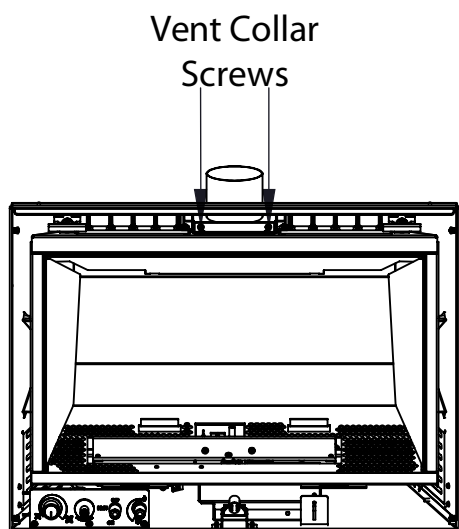

Figure 26: Les Vis de Collier de Plaque
5. Si l'ouverture du foyer est inférieur à 20" (483mm), retirer le collier de plaque de ventilation en haut de l'insert en enlevant les deux vis à T-20 Torx situé sur le dessus du centre de l'unité au-dessus de l'ouverture de porte (voyez Figure 26). Glisser la plaque col en arrière. Attachez le collier plaque de ventilation au revêtement déjà installé dans la cheminée. Veillez à ne pas trop étirer la revêtement.